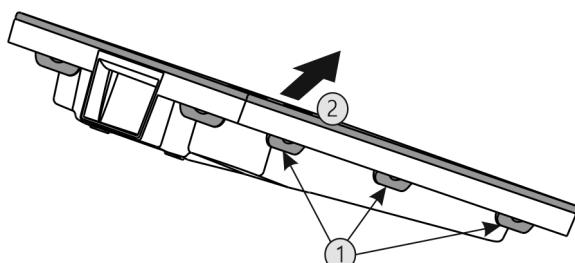

Fig. 61
- Последовательно нажать на все накладки Fig. 61 (1) и снять крышку Fig. 61 (2).